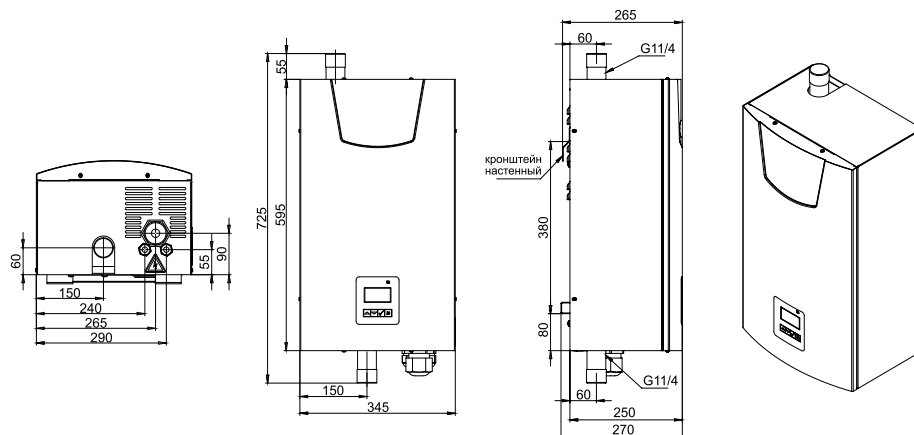

Рис.5. Габаритные и присоединительные размеры котлов
- Закрепить кронштейн крепления на вертикальной поверхности в необходимом месте с помощью шурупов, входящих в комплект, и установить на него котел как показано на Рис.1. Габаритные и присоединительные размеры котлов указаны на Рис.5;